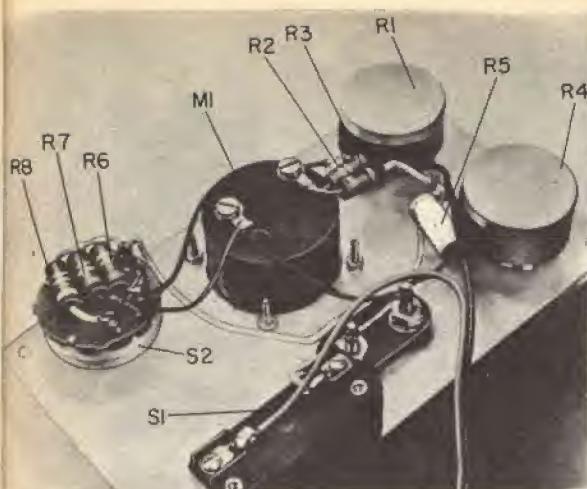

Fig. 2 - La semplicità del circuito consente i collegamenti diretti tra tutti i componenti.
**Costruzione** - Il montaggio del milliohmometro non dovrebbe presentare nessuna difficoltà, in quanto nel circuito non c'è nulla di critico. Come si vede nella fig. 2, tutti i componenti, meno le pile e il loro supporto, si montano direttamente sul pannello frontale. Per semplificare il montaggio, l'interruttore S1 ed il supporto per le pile si incollano al loro posto. Lo strumento, i morsetti, il commutatore di funzioni (S2) ed i potenziometri si fissano con i loro accessori di montaggio.
Effettuati i collegamenti come illustrato nella fig. 2, si può chiudere la scatola e procedere alla costruzione dei puntali. I tipi normali non servono per un mil-